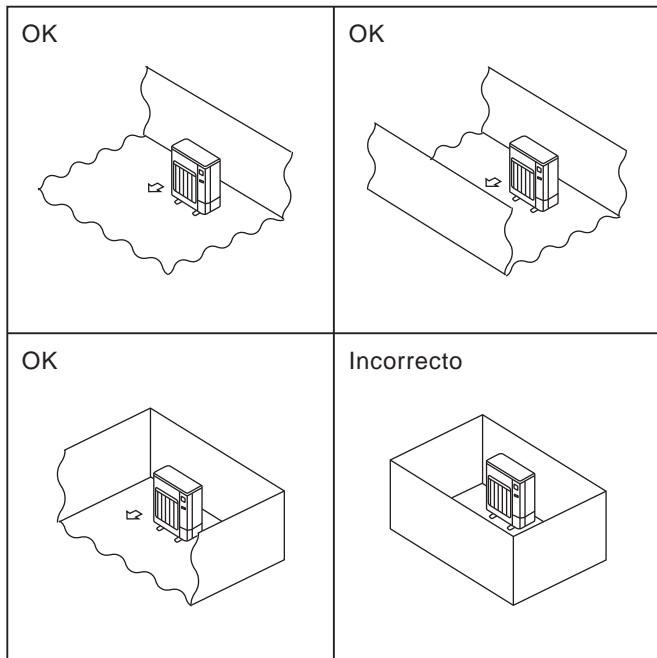

Fig. 2-1
- Instale las unidades exteriores en un lugar donde al menos uno de los cuatro lados es abierto, y en un espacio lo suficientemente grande y no elevado. (Fig. 2-1)